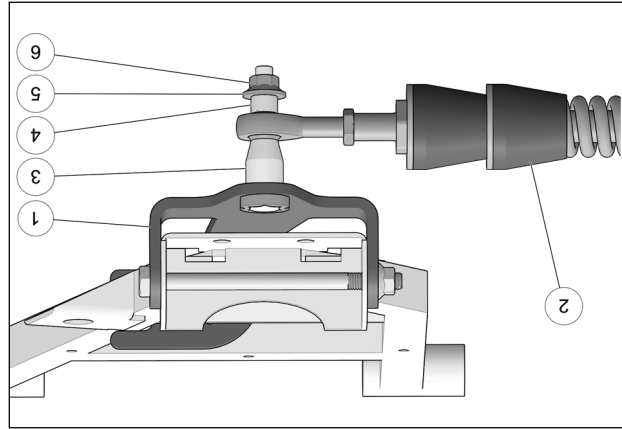

Fig. 12
11. Fixer le bras stabilisateur (2) au boulon déjà installé sur l'ancrage de suspension (1) à l'aide de l'espacer long (3), de l'espacer court (4), de la rondelle (5) et de l'écrou autobloquant (6). Serrer à un couple de 70 N•m [52 lb•pi]. Voir la Fig. 12